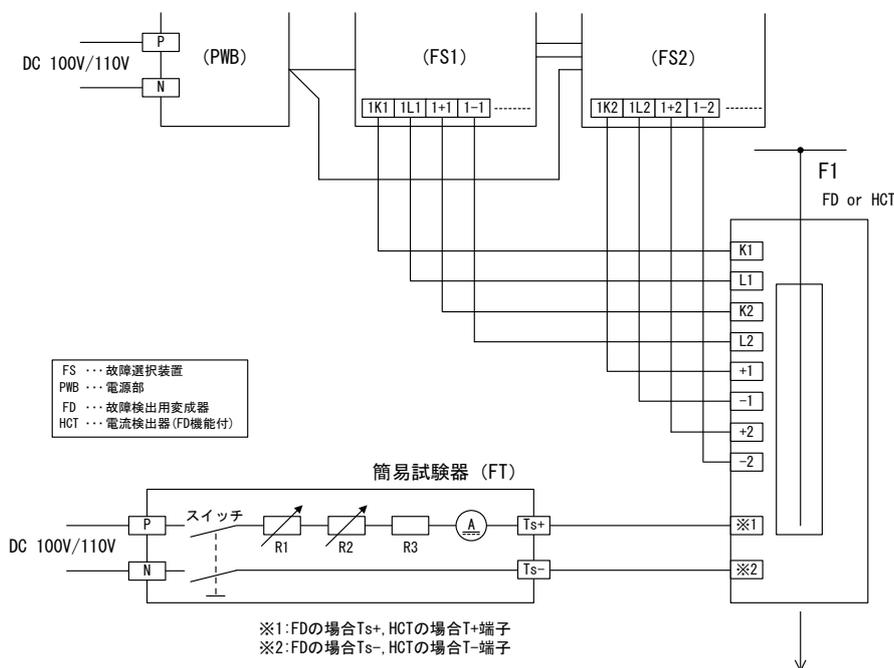

図 35. 動作試験回路
故障検出用変成器 (FD) および電流検出器 (HCT) には一次電流と等価な試験コイルを内蔵しており、一次電流 1000A あたり約 1A の直流電流を通電することで等価試験を行うことができます。図 35 に弊社製の簡易試験器 (FT) を使用した場合の等価試験回路を示します。
- ① 図 35 のように、FT の Ts+・Ts- 端子を FD の Ts+・Ts- 端子（または HCT の T+、T- 端子）に接続し、FT の P、N 端子を DC100V/110V に接続して下さい。
- ② 可変抵抗器 R1、R2 を左に回し FT の内部抵抗値を最大にした状態で、FT のスイッチを投入し、FS の動作を確認して下さい。
- ③ 不動作の場合はR1, R2 を右へ回して抵抗を減らして、再びスイッチを投入して、FS の動作を確認して下さい。
- ④ ③の操作を繰り返して動作限界点を求め、動作時の電流値を電流計(A)で確認します。この動作電流値が試験成績表に記載の電流値と比較して±10%以内ならば装置の動作感度は正常とみなします。
(3) 等価試験時の注意事項
- ① スwitchの切時間は5秒以上確保して下さい(切時間が短い場合は誤差が発生)。
- ② DC100V/110V 電源は十分に容量が大きい電源を使用して下さい(リップルやレスポンスの大きい電源および内部インピーダンスの大きい電源の場合は誤差が発生)。
- ③ スwitchの投入時間は、簡易試験器に内蔵されている抵抗器の熱的な面から長い時間の通電をさげ、メータの読取りが終わったらすみやかに切して下さい。投入時間は長くても5秒以内とし、切時間は5秒以上確保して下さい。